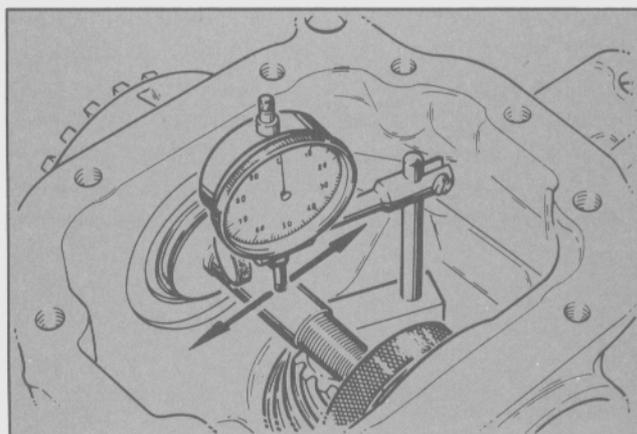

Fig. 40 - Indicador del reloj comparador marca cero.
- Poner el palpador del reloj comparador sobre la barra de la herramienta especial 15-019 y pasar el palpador transversalmente sobre la misma (Fig. 40).